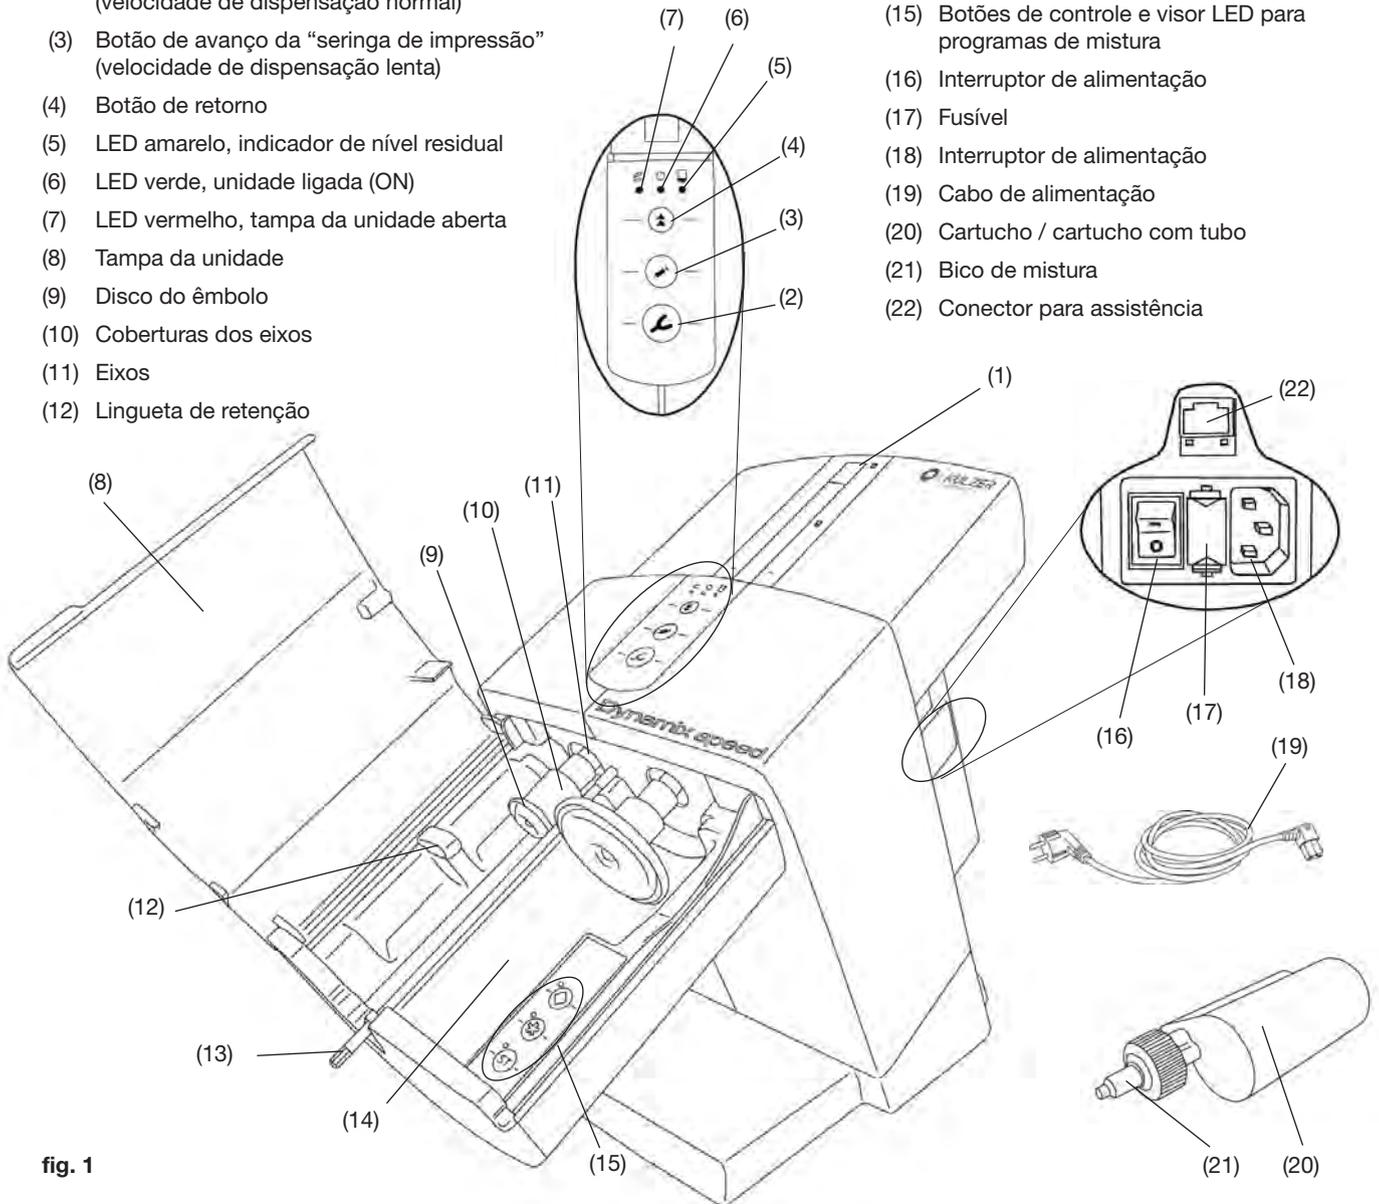

fig. 1
- Ligue o cabo de alimentação fornecido (19, fig. 1) à entrada de alimentação (18).
- Ligue a unidade usando o interruptor de alimentação (16).
- Pressione o botão de retorno (4).
- Os êmbolos (9, fig. 1) recuam e permanecem na posição inicial.
- Abra a tampa da unidade (8, fig. 1).
- Remova o dispositivo de retenção de transporte (23).
Só é possível instalar ou substituir um cartucho se ambos os êmbolos (9, fig.1) se encontrarem na posição inicial.
- Feche a tampa da unidade (8, fig. 1).
- Coloque o cartucho (20) na unidade. Certifique-se de que o cartucho encaixa corretamente sob a lingueta de retenção (12).
- Selecione o programa de mistura (15), consulte também a secção 5.1.1. As informações sobre o programa de mistura encontram-se no cartucho na forma de um “asterisco” * ou “diamante” ◆.
A tampa só fechará se o cartucho estiver adequadamente instalado. O LED vermelho, indicador de “tampa da unidade aberta” (7, fig. 1) permanecerá iluminado até que a tampa da unidade seja fechada corretamente.
- Seringa de impressão (3), velocidade de dispensação lenta.
- O eixo da misturadora é ativado de modo a permitir que a extremidade hexagonal (13, fig 1) se encaixe na ponta misturadora.